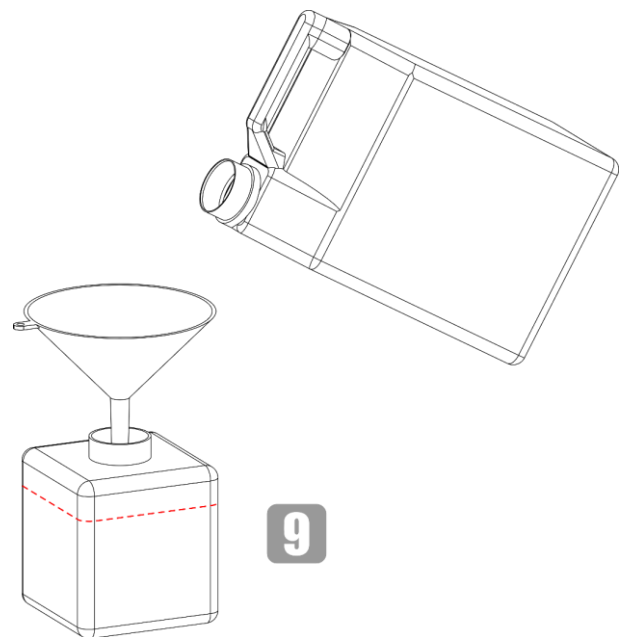

Abb. 16
- 09) Füllen Sie die Nebelflüssigkeit mit einem Trichter in den Behälter (Abb. 16).
- 10) Befüllen Sie den Flüssigkeitsbehälter mit der empfohlenen Nebelflüssigkeit (Maximales Fassungsvermögen des Behälters ist 2,3 l). Achten Sie darauf, nicht zu viel einzufüllen. Siehe Abb. 16 für weitere Informationen.